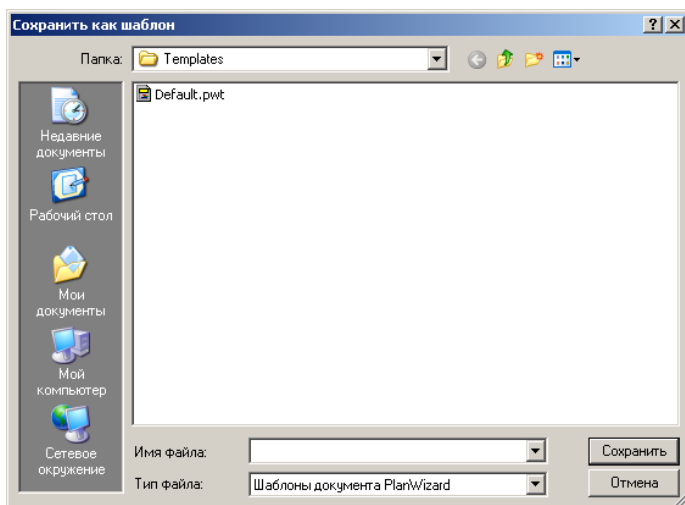

Рис. 1.9 Диалоговое окно «Сохранить как шаблон».
1. Выберите команду **ФАЙЛ - Сохранить как шаблон**. Откроется диалоговое окно «*Сохранить как шаблон*» (Рис. 1.9) для папки, выбранной по умолчанию для хранения шаблонов (подробнее в разделе Расположение).